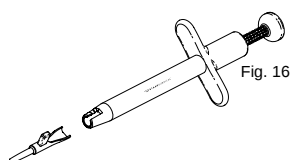

Fig. 16
1. Faça deslizar o cartucho para a frente do injetor e bloqueie a patilha vertical por encaixe em posição. (Fig. 16 e 17)